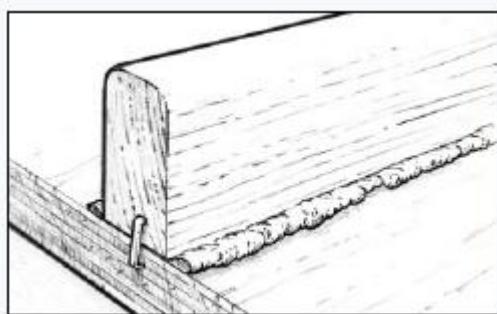

Рис.11. Зафиксируйте детали до момента, когда смола застынет до состояния геля.
3. Зажимы. Для того, чтобы удержать компоненты на месте, используйте зажимы. При фиксации деталей используйте достаточное усилие, чтобы небольшое количество материала выдавилось из пазов, что будет означать, что эпоксидная смола вступила в контакт с обеими поверхностями (*Рисунок 11*). Не применяйте чрезмерное усилие, при котором из пазов выйдет вся смола.